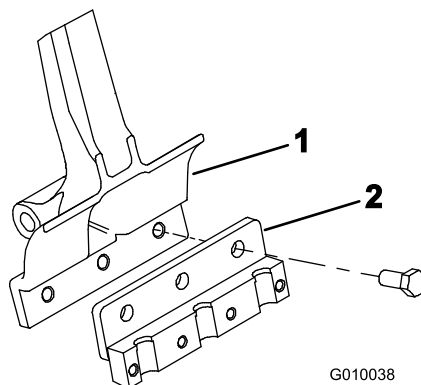

Figura 22
2. Monte um suporte de dente em cada braço de dente com 3 parafusos (1/2 x 1-1/4 pol.) (Figura 22). Aperte os parafusos com 101,6 Nm.